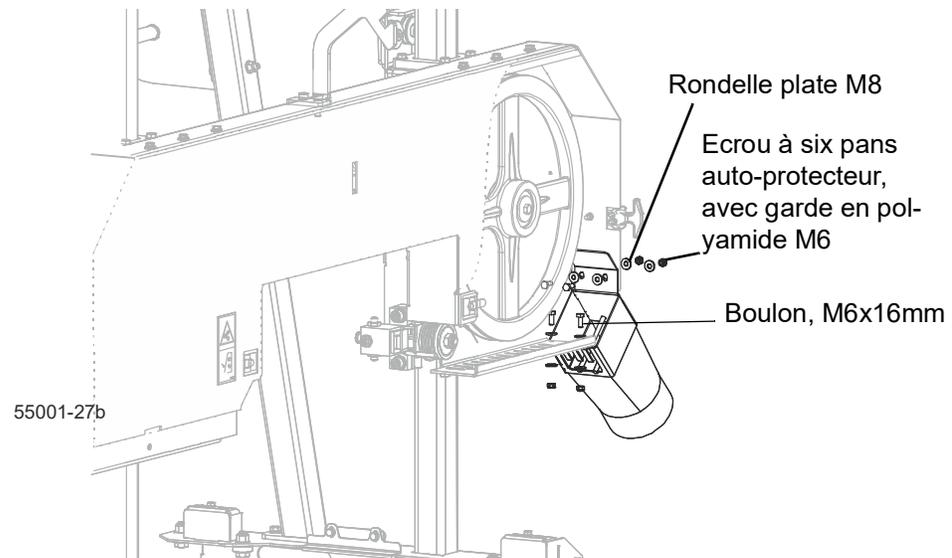

FIG. 3-35
1. Ouvrez le carter de la tête de coupe et fixez le collecteur de sciure à l'aide des boulons M6x16. Voir Figure 3-35.